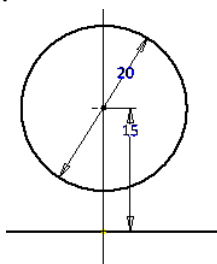

Рис. 4.1. Построение элемента массива
1. Построим точку с помощью команды «Точка» + на вертикальной оси и зададим расстояние от центра до точки равное 15 мм (рис. 4.1) с помощью команды «Размеры» .
2. Постройте окружность с центром в заданной точке диаметром 20 мм с помощью команды «Окружность»  (рис. 4.1.).